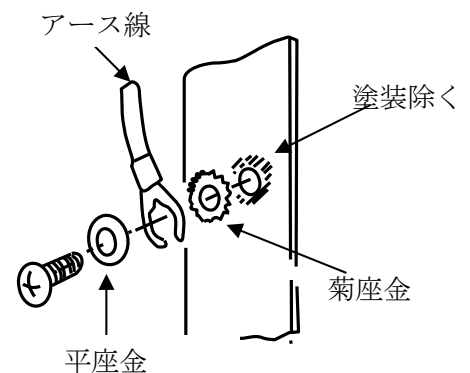

図8-6
①接触抵抗を持たない車体のねじまたはボルトを利用し、平座金及びバネ座金と共に確実に固定する。
②(-)線の接続部分が塗装されている場合は、サンドペーパーで塗料を除き、菊ワッシャーをはさみ、固定する。(図8-6参照)